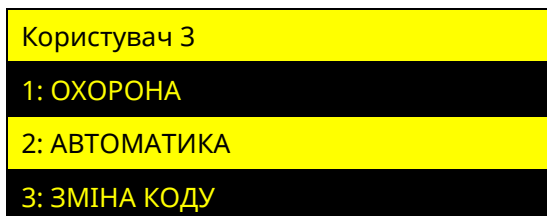

Рисунок 6.11 – Головне меню користувача
2. перейти до головного меню користувача (рисунок 6.11);